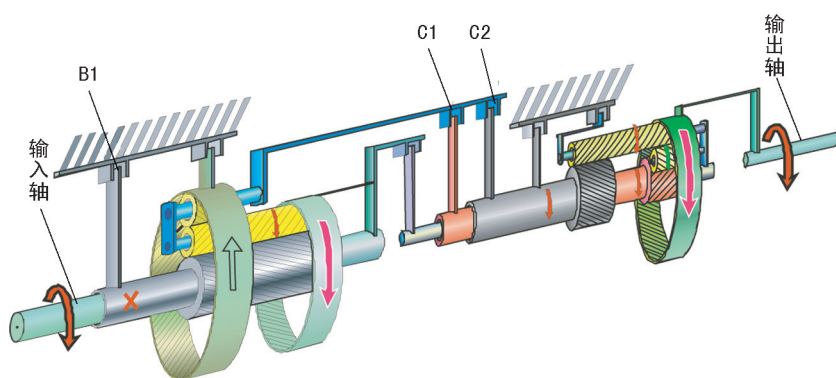
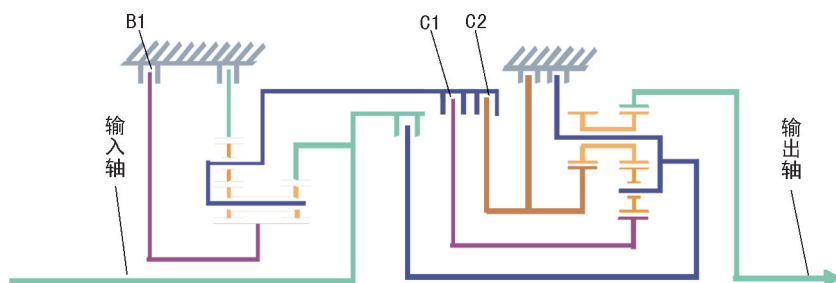

图 2-6-8 D4 档传动示意
图 2-6-9 D4 档传动原理
2) 后组拉维娜行星排。离合器 C1 接合，后排小太阳轮顺转输入，离合器 C2 接合，大太阳轮也顺转输入，利用短行星轮来调整两个太阳轮的转矩差实现 4 档输出（后组减速）。D4 档传动示意如图 2-6-8 所示。D4 档传动原理如图 2-6-9 所示。